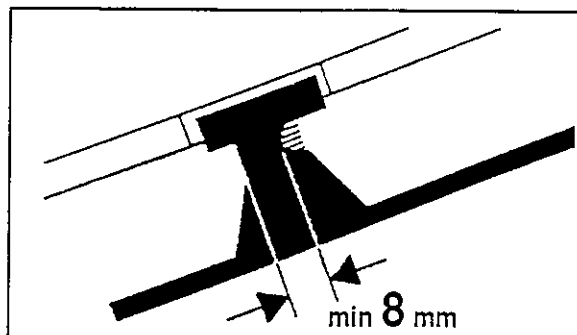

Fig. 4-36
- quando l'usura del perno raggiunge 8 mm (Fig. 4-36).